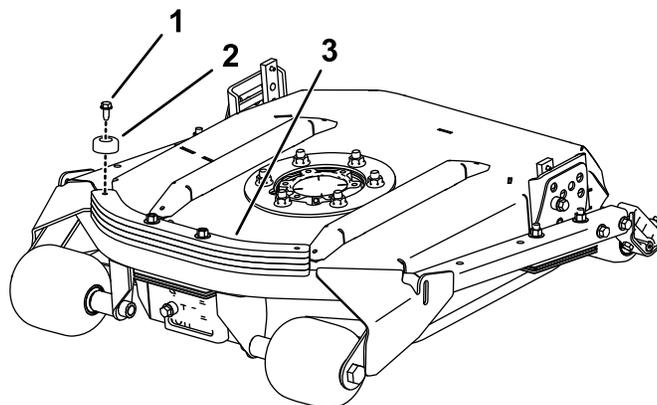

Рисунок 3
3. Установите резиновый бампер на боковую часть балластной пластины, расположенной ближе всего к центру машины, с помощью самонарезающего винта (Рисунок 3).